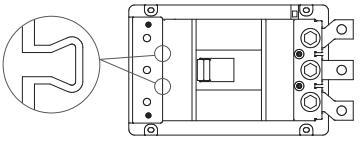

図 11
- ⑥同梱の端子カバーを取り付けてください。取り付けの際、端子カバーのリップをブレーカの溝に確実に挿入してください。(図 11)